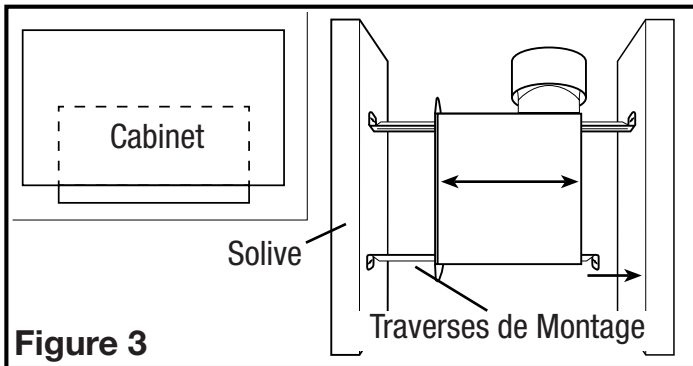
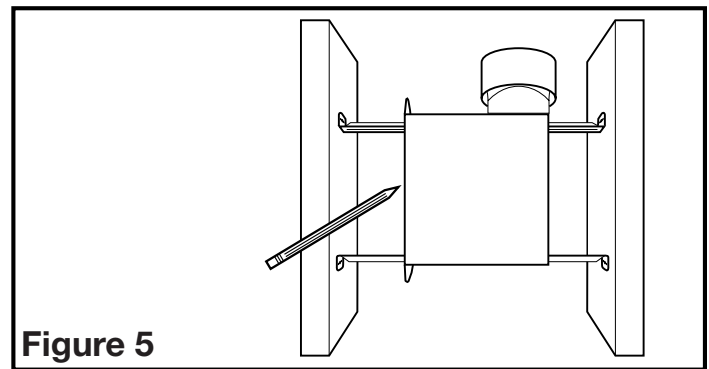

Figure 3
Figure 5
- Installation des Traverses de Montage :** installer les traverses sur le châssis et positionner le châssis près de la solive. En utilisant le guide sur le châssis du ventilateur, aligner le châssis pour qu'il soit à effleurement avec le plafond fini. Fixer les extrémités des traverses avec des clous ou des vis (non-comprises) aux solives et glisser le châssis à sa position finale (**Figure 3**).
- Installation des Traverses de Montage :** placer le châssis en position entre les solives et tracer un contour sur le matériau du plafond (**Figure 5**). Mettre le châssis de côté et découper l'ouverture, en prenant soin de ne pas couper ou endommager des câbles électriques dissimulés ou autres utilités. Installer les traverses sur le châssis et positionner le châssis dans le trou percé précédemment afin qu'il soit à effleurement avec le plafond fini. Fixer les extrémités des traverses aux solives (**Figure 3**).
- Raccorder le conduit au collet de conduit du ventilateur (**Figure 5**). Fixer en place à l'aide de ruban ou de serre-joint. Toujours évacuer le ventilateur vers l'extérieur au travers de chapeau mural ou de toit.